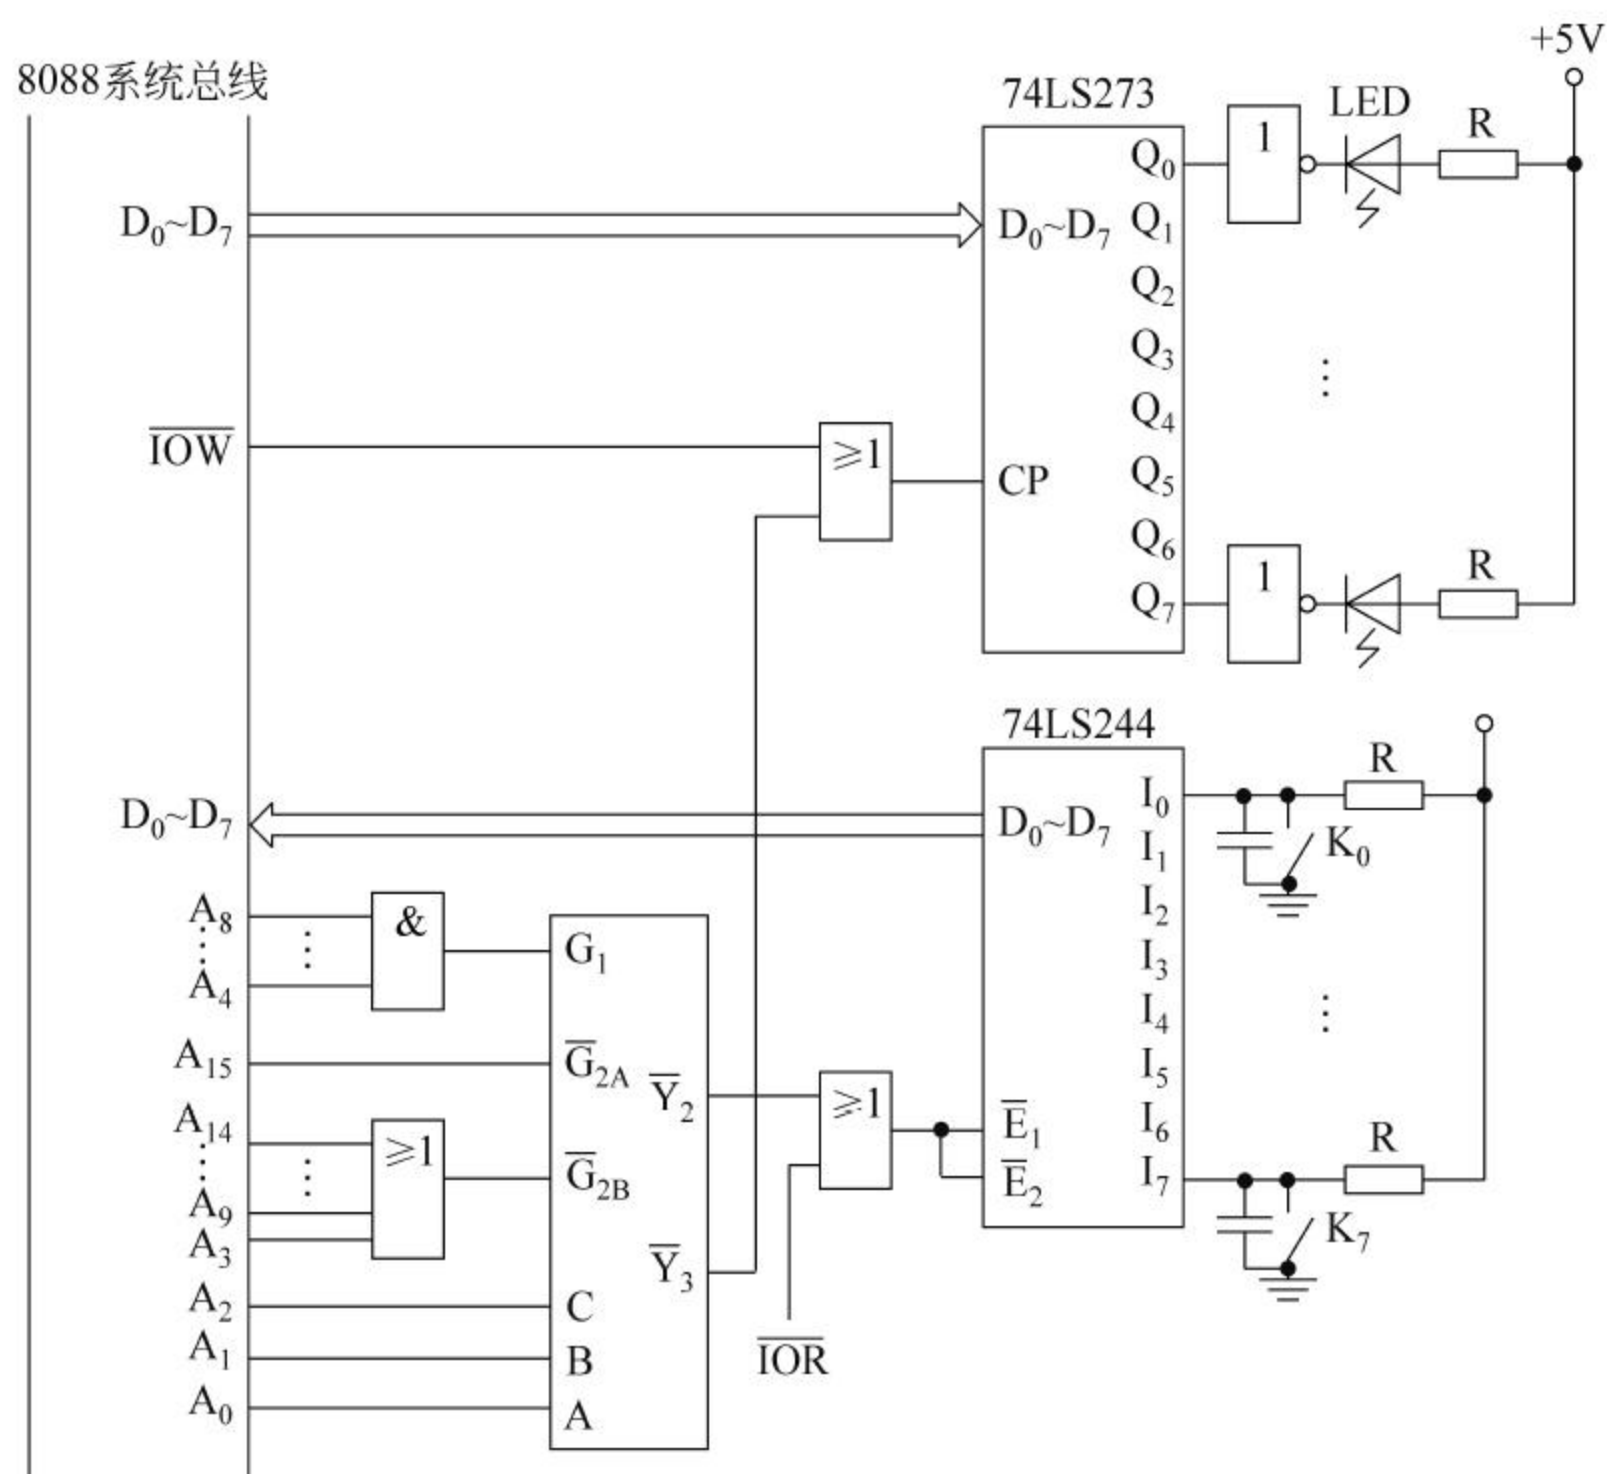

图 6-2 题 6.7 连接图
(1) 画出芯片与 8088 系统总线的连接图，并利用 74LS138 设计地址译码电路。
(2) 编写实现下述功能的程序段。
- ① 若 8 个开关 K₇~K₀ 全部闭合，则使 8 个发光二极管亮。
- ② 若开关高 4 位(K₄~K₇)全部闭合，则使连接到 74LS273 高 4 位的发光管亮。
- ③ 若开关低 4 位(K₃~K₀)闭合，则使连接到 74LS273 低 4 位的发光管亮。
- ④ 其他情况不做任何处理。
解：(1) 芯片与 8088 系统总线的连接图如图 6-2 所示。
(2) 控制程序如下：